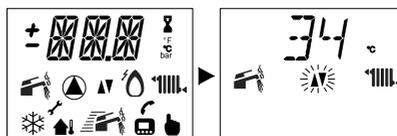

Рисунок 5.26
- Включите электропитание котла: на ЖК-дисплее последовательно отобразятся следующие символы (Рис. 5.26).